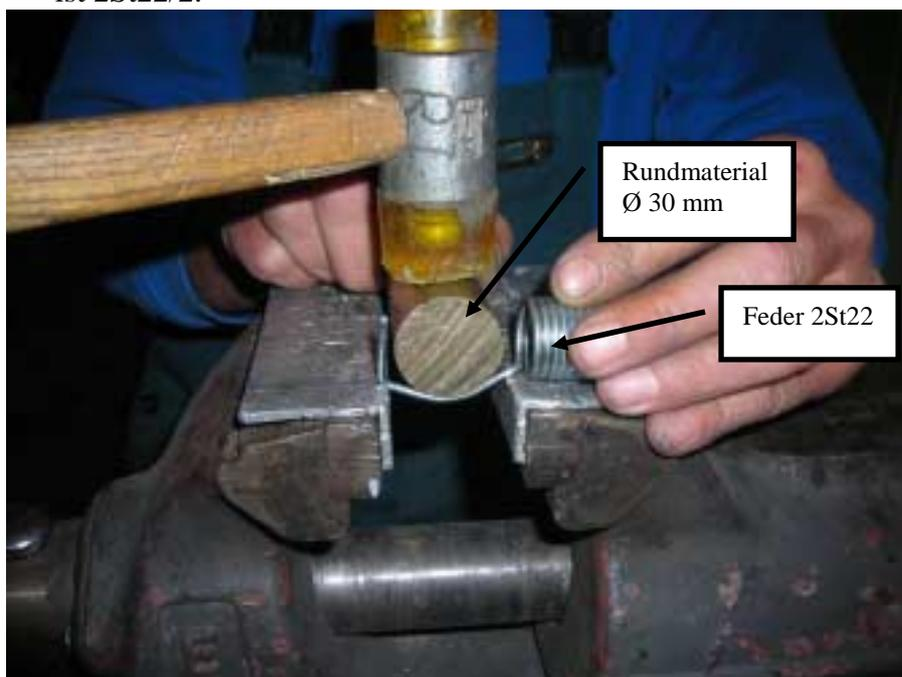

Abb. 14: Umformen der Feder 2St22
10. Feder 2St22 auf einem Schraubstock verformen. siehe Abb. 14 und 15). Neue Bezeichnung ist 2St22/2.